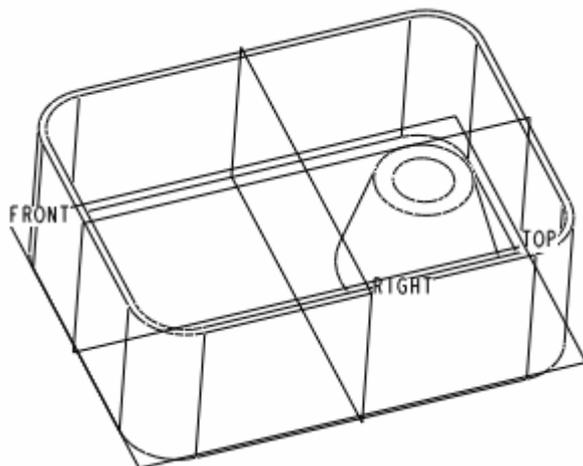

图 9-2
- (1) 单击工具栏中的打开文件按钮 。
- (2) 在【文件打开】对话框中选择配书光盘中的“openexe9.prt”文件，单击【打开】按钮,打开的模型如图 9-2 所示。